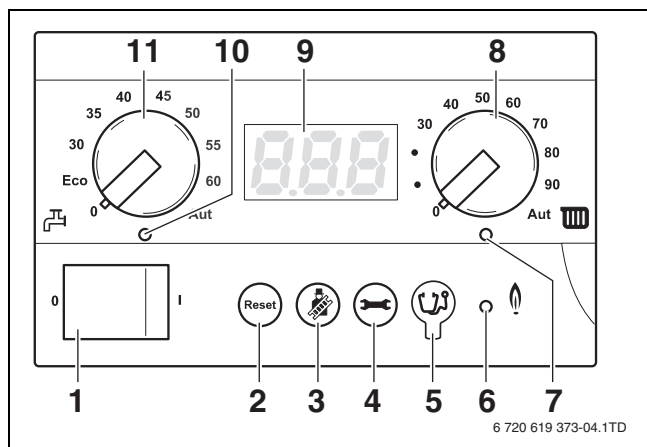

Bild 54 Basiscontroller BC10
- Drehschalter für die maximale Kesselwassertemperatur (→ Bild 54, [8]) und Drehschalter für den Warmwasser-Sollwert (→ Bild 54, [11]) nach links in Stellung „0“ drehen.